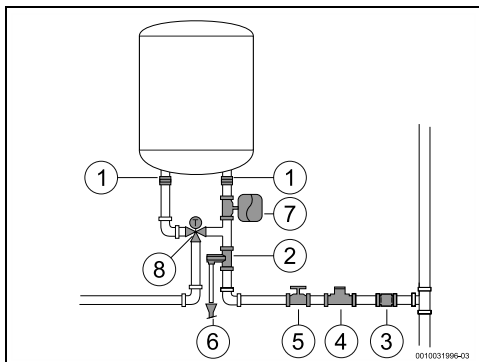

Fig. 11 Toma de agua
- ▶ Cerrar la válvula de cierre de agua (→ fig. 11, [5]).
- ▶ instalar una válvula de reducción de presión (Fig. 11, [4]). La válvula diferencial se activará siempre que la presión del agua en el aparato sea superior a 8 bar ( $\pm 0,5$  bar), en este caso deberá existir la posibilidad de desviar el agua.
- ▶ instalar un vaso de expansión (Fig. 11, [7]) para evitar que la válvula diferencial se abra con tanta frecuencia. El volumen del vaso de expansión debe ser equivalente al 5% del volumen del dispositivo.